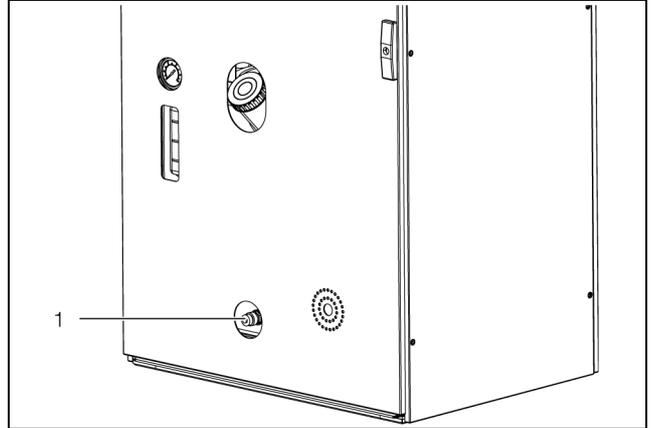

Imagen 48: Vaciado del depósito
- Vacíe el depósito del medio refrigerante directamente a través la boca de salida del depósito (imagen 48, pos. 1) o con la ayuda de una manguera hasta un recipiente.